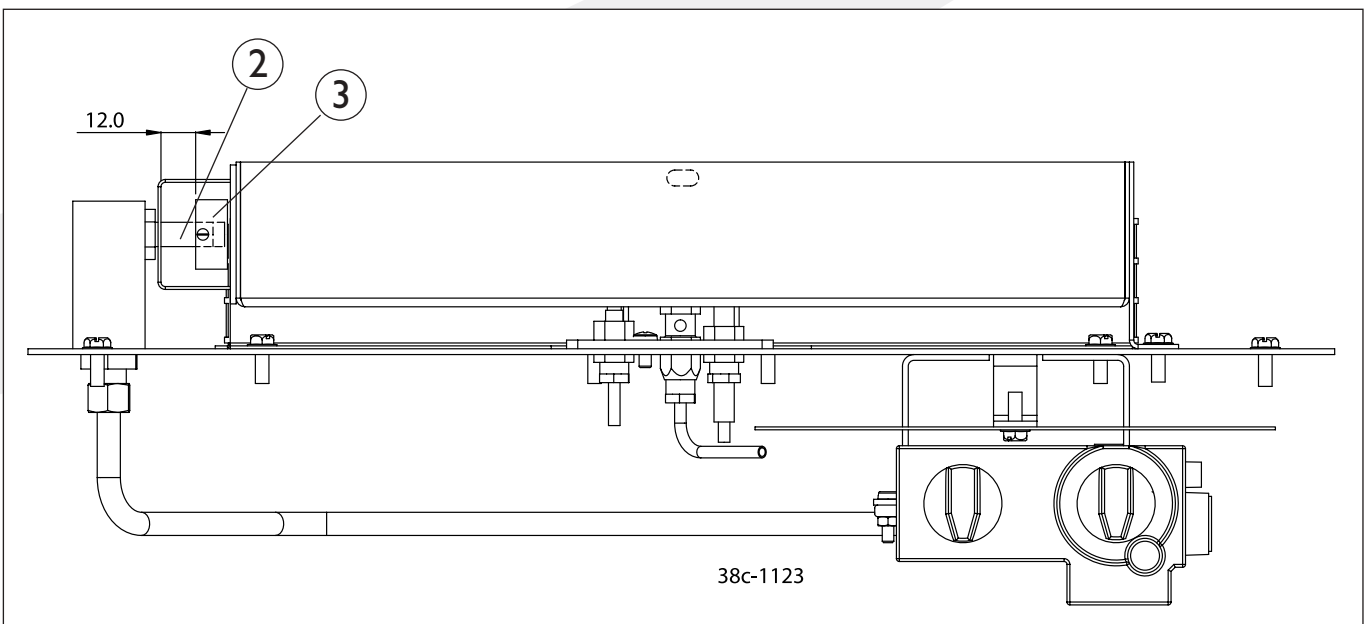

Fig. 2
2. Injecteur du brûleur principal (fig 2)
4. Robinet anneau (fig 2)